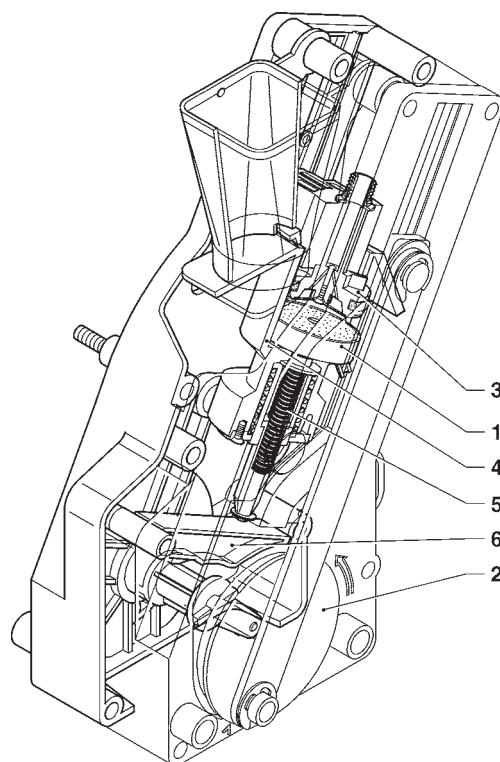

Fig. 16
La manivelle du motoréducteur enclenchée sur le disque externe (2) par rapport au groupe, tourne de 180° en provoquant l'oscillation de la chambre d'infusion et la descente du piston supérieur (3) (voir fig. 16).